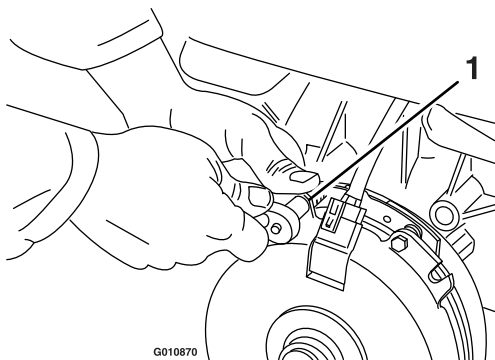

Figura 71
- A. Desaperte ambos os parafusos de montagem do travão meia para uma volta, como se mostra na Figura 71.